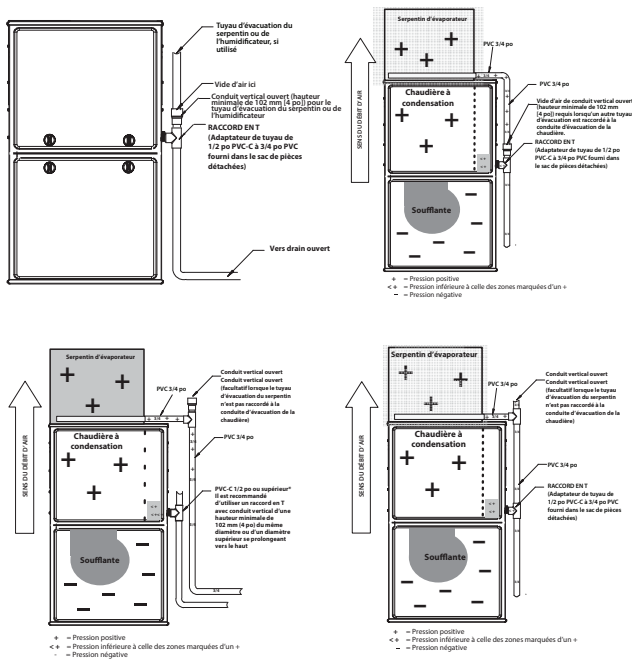

Fig. 12 – Exemple de fixation au drain sur le terrain
Une trousse d'installation horizontale (œillet de siphon), fournie sur place, est requise pour toutes les installations horizontales à ventilation directe (seulement). Cette trousse contient un œillet de caisson en caoutchouc conçu pour étanchéifier le caisson de la chaudière et le siphon de condensat. Consultez la Fig. 12.
- Toute conduite d'évacuation est en PVC d'au moins 3/4 po et il existe un té de refoulement dans la partie supérieure de la conduite d'évacuation de condensat, comme illustré à la Fig. 12.